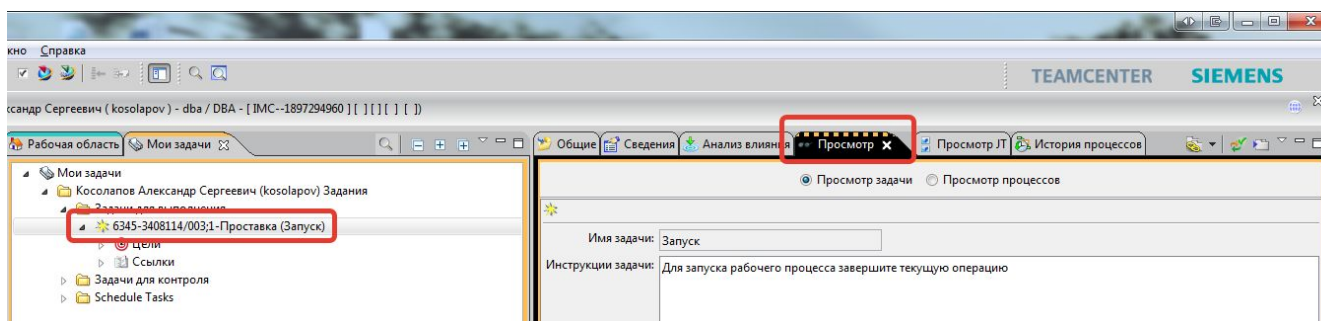

Рис. 45
7. Выберите требуемый объект и на панели слева выбрать вкладку **Просмотр** (рис.45).